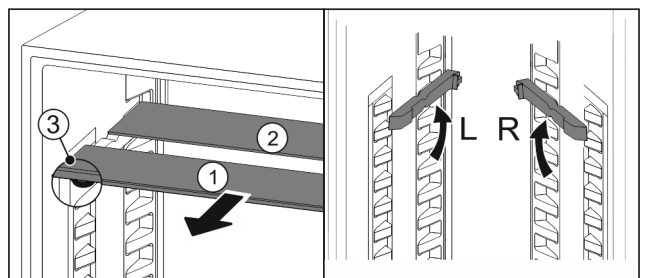

Fig. 103
- ▶ Издърпайте Fig. 103 (1) поотделно стъклените плочи напред.
- ▷ Стъклената плоча Fig. 103 (1) с декоративната лайсна е отпред.
- ▷ Ограничителите Fig. 103 (3) сочат надолу.